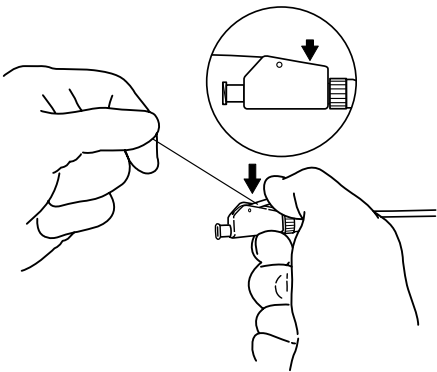

图2
- b. 保持对缝线的牵引，同时往下按压锁定轮推杆，直至感到有明显的“卡位”感。现在，支架的远端环圈已锁定到位。（图2）